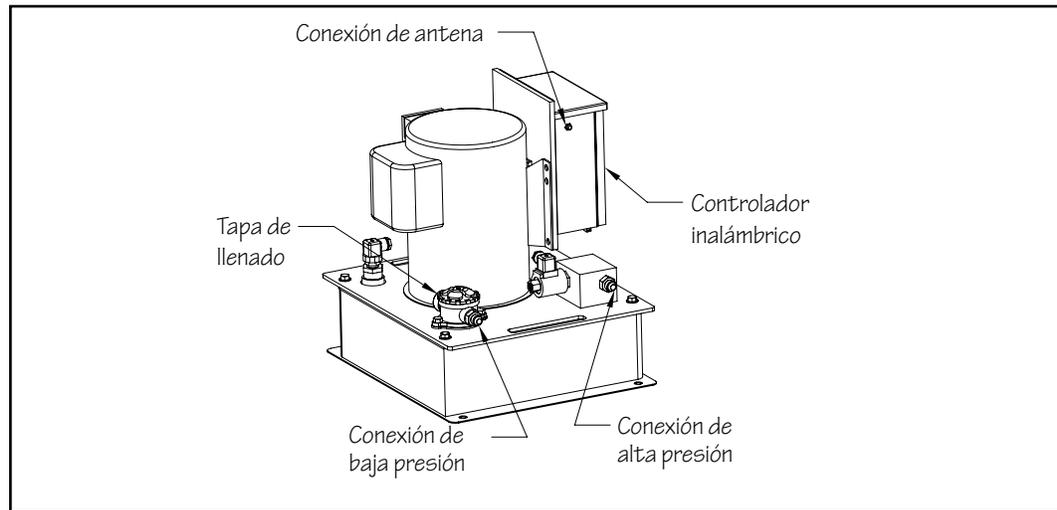

Fig. 12.2
- 12.1 Desconecte el disyuntor de la unidad de potencia. Conecte las mangueras hidráulicas desde la Fastlane a la unidad de potencia. La manguera de baja presión (conectada a la Fastlane) lleva un tapón rojo envuelto alrededor del empalme hidráulico. Esta manguera se conectará al puerto de la tapa de llenado. La manguera de alta presión se conectará al puerto del colector de alta presión (caja azul) (Fig. 12.2).